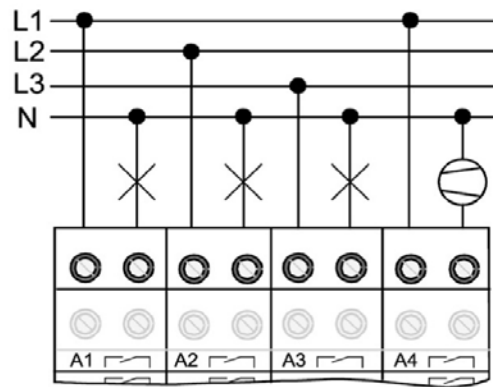

Fig. 3: Elektrischer Anschluss für Lasten im Schaltbetrieb
- Lasten gemäss Fig. 3 anschliessen (Anschlussbeispiel).